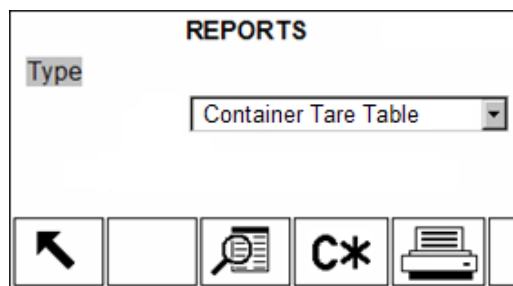

Abbildung B-4: Berichtsansichtsbildschirm
1. Drücken Sie den Softkey BERICHTE . Der Bildschirm Berichtsauswahl wird eingeblendet (Abbildung B-4). Es werden nur Tabellen angezeigt, die in Setup aktiviert wurden. Die Taratable wird immer angezeigt.